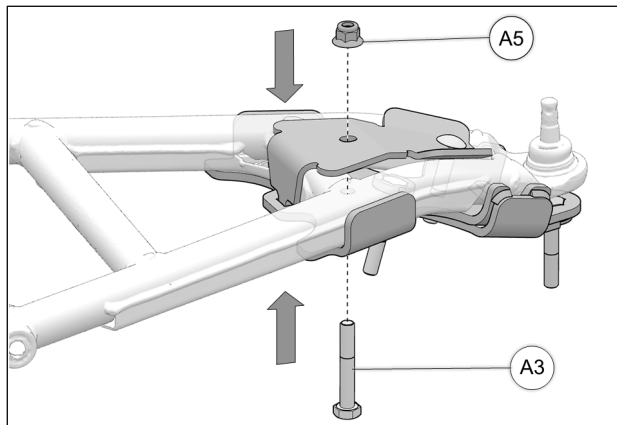

Fig. 15
7. Insérer un boulon M10x65mm (**A3**) par le dessous, dans le trou à l'arrière de l'ancrage et fixer la partie inférieure et le couvercle en utilisant un écrou (**A5**) fourni. Serrer à 50 Nm [37 lb•pi]. Voir la Fig. 15